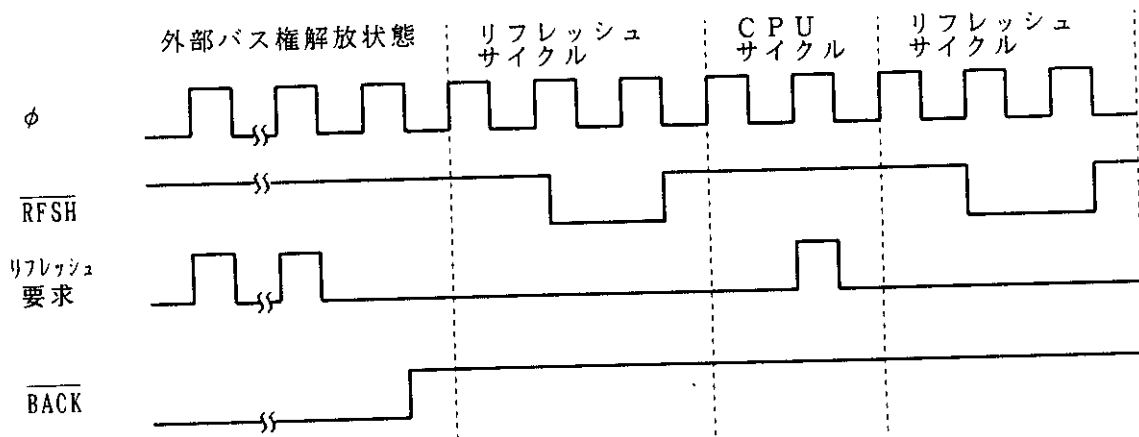

図7.23 バス解放状態時のリフレッシュサイクル
- (1) 外部バス権解放状態、ソフトウェアスタンバイモード、またはバスサイクルがウェイトステートの挿入により長く続く場合、リフレッシュサイクルは実行されません。したがって、これらの状態では、別の方法でリフレッシュを行う必要があります。
- (2) 外部バス権解放状態中に内部でリフレッシュ要求が発生した場合、最初の要求が保持され、バス権解放状態解除後、リフレッシュサイクルが1回だけ実行されます。図7.23にその場合のバスサイクルを示します。